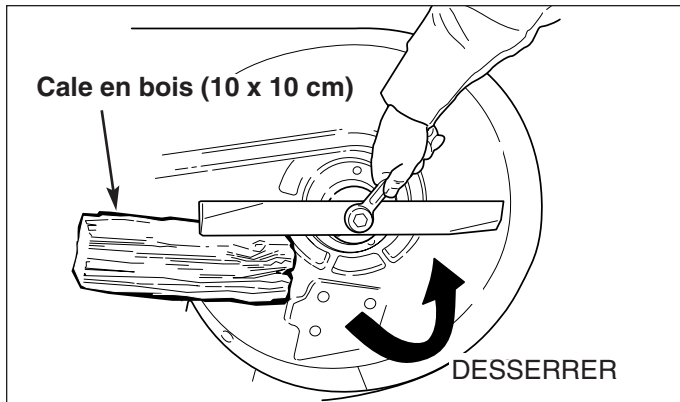

Figure 22. Dépose de la lame
Lubrifier la machine aux points indiqués aux figures 22 à 25, ainsi que les pièces énumérées ci-dessous. En général, toutes les pièces métalliques mobiles qui entrent en contact avec d'autres pièces doivent être huilées. Garder les courroies et poulies exemptes d'huile et de graisse. Ne pas oublier de nettoyer les graisseurs et les surfaces avant et après la lubrification.
3. Pour retirer une, la bloquer avec une cale en bois afin de pouvoir enlever le boulon de fixation (Figure 22).